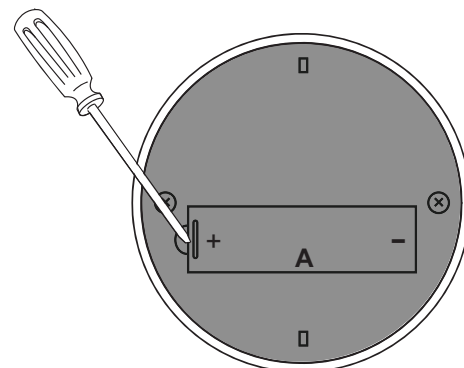

FIG. 2
Enlevez le couvercle du compartiment à pile (A) à l'aide d'un tournevis plat pour avoir accès au compartiment de la pile (FIG. 2).